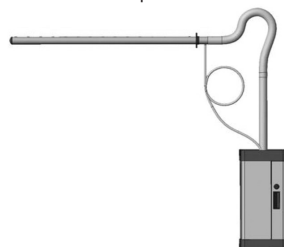
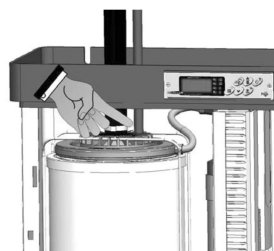

рис. 44
рис. 45
2. Если парораспределительная труба устанавливается выше увлажнителя и паровая трасса имеет сифонообразные изгибы (например, рис. 44), необходимо установить устройство возврата конденсата. Это специальный шланг, присоединяемый к соответствующему патрубку на цилиндре увлажнителя (рис. 45) или сливает его в дренаж. Возврат конденсата производится по специальному шлангу UMITUBODN10, присоединяемому к патрубку диаметром 10 мм. На шланге возврата конденсата необходимо выполнить сифон — полный оборот минимальным диаметром 200 мм. Сифон должен быть наполнен водой при установке. Это предотвратит выход пара из шланга возврата конденсата (рис. 44).